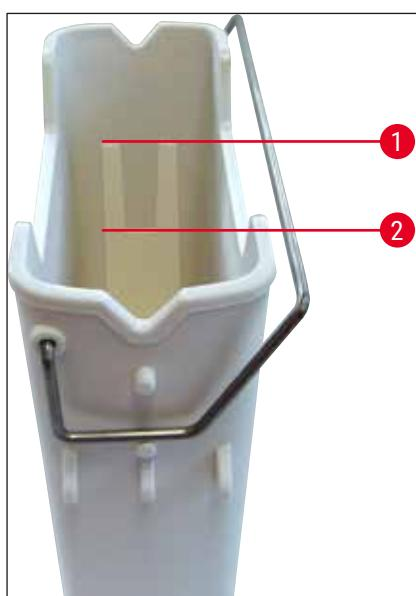
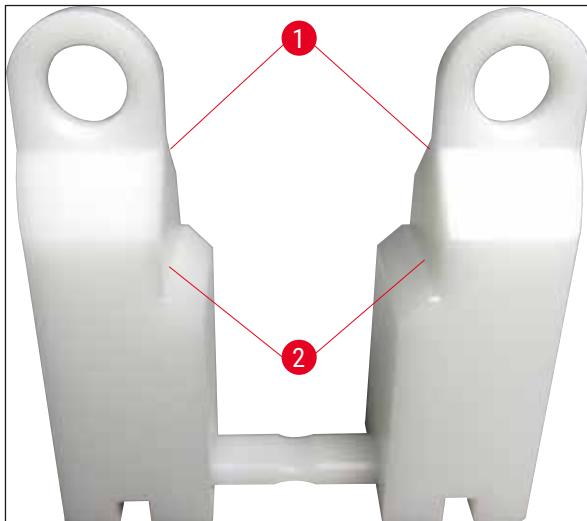

図66
図67
試薬容器にハンドルが正しく取り付けられているか確認します。必要に応じて、(→「図 66」) に従い、ハンドルを締め付けます。
- 充填する場合は、どのタイプの試薬容器でも、試薬容器内部の充填レベルのマークを守ってください（→「図66」）（→「図67」）。
- 試薬容量を減らすために、特殊染色用インサート（→「図67」）を試薬容器内で使用する場合は、まず最初にこれらを試薬容器に挿入してから、少なくとも MIN 充填レベル（→「図67-2」）を上回り、MAX 充填レベル（→「図67-1」）を越えないように試薬を充填してください。